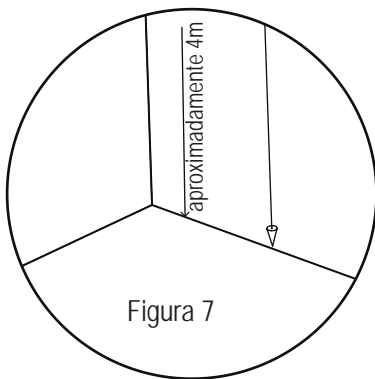

Figura 7
2. Después de asentada la plomada, marque el punto **a1** en la pared, detrás de la línea de plomada, cerca del cono de la plomada. (ver la figura 7).